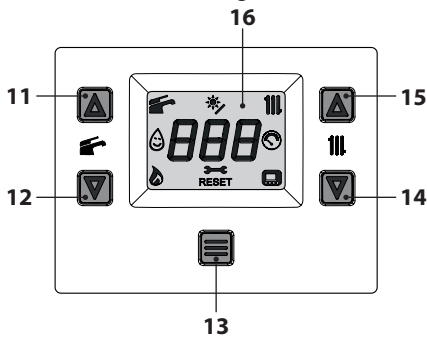
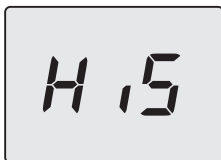
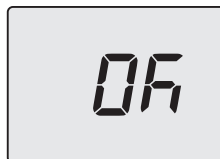

Figura 5.38
Figura 5.39
Figura 5.46
- Entrare in "modalità programmazione" premendo contemporaneamente per 5 secondi i tasti 12 e 14 (Figura 5.38) fino a far apparire sul display LCD le lettere **HiS** che indicano il menu "Storico delle caldaia" (Figura 5.39).
- Premere per 1 sec. il tasto 13 (Figura 5.38) per entrare nel parametro selezionato. Il display visualizzerà quanto segue (Figura 5.42).
- Premendo il tasto 13 (Figura 5.38) si ottiene la conferma del valore inserito. Il display visualizzerà per 5 sec. quanto segue (Figura 5.43) poi, si porterà al livello superiore.
- Premendo contemporaneamente i tasti 12 e 14 (Figura 5.38) si esce senza modificare il valore (ritorno al livello precedente).
- tenere premuti contemporaneamente i tasti 12 e 14 per 5 sec. (Figura 5.38) (ritorno al livello precedente).
- Premere per 1 sec. il tasto 13 (Figura 5.38) per entrare nel parametro selezionato. Il display visualizzerà quanto segue (Figura 5.45).
- Premendo il tasto 13 (Figura 5.38) si ottiene la conferma del valore inserito. Il display visualizzerà per 5 sec. quanto segue (Figura 5.46) poi, si porterà al livello superiore.